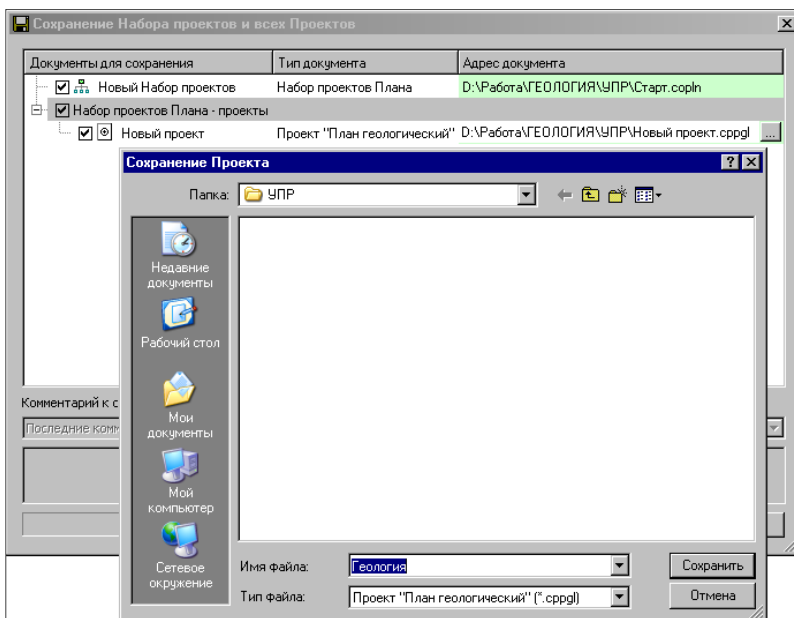

Рис. 5.4
- В диалоге можно отметить флажками документы, которые необходимо сохранить, а также уточнить адреса хранения и имена наборов проектов и отдельных проектов (рис. 5.4).